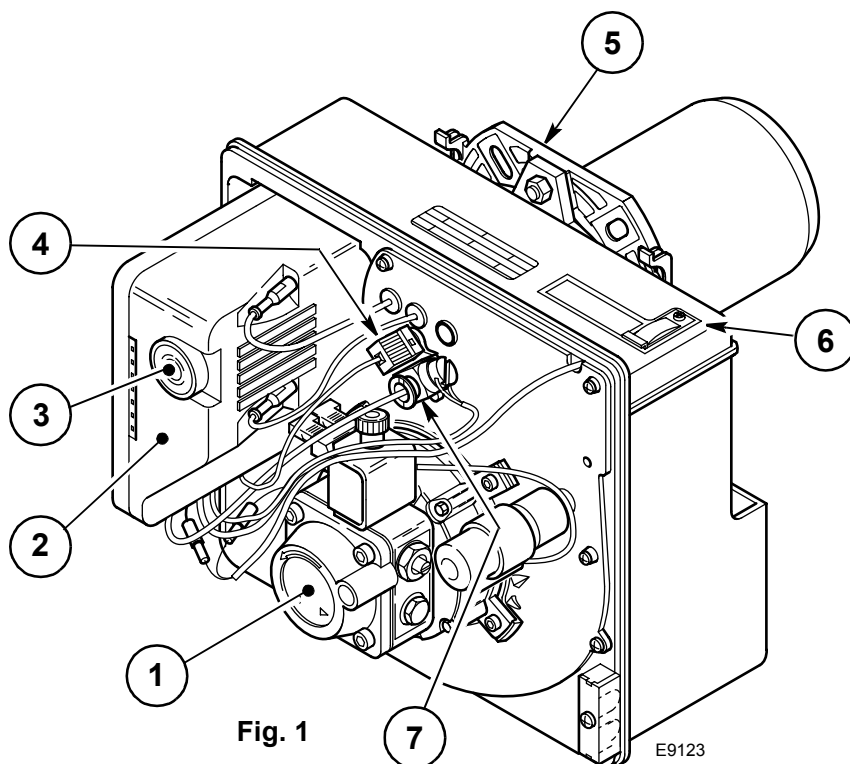

Fig. 1
D Wird durch die Kontrolllampe am Steuer- und Überwachungsgerät signalisiert (3, Abb. 1, S. 1).
Photowiderstand (4, Abb. 1, S. 1).
- Die Reinigung des Photowiderstandes ausführen, (4, Abb. 1, Seite 1).
Nachfolgend finden Sie einige denkbare Ursachen und Abhilfemöglichkeiten für Störungen, die den Betrieb des Brenners beeinflussen oder einen nicht ordnungsgemäßen Betrieb des Brenners verursachen könnten. In den meisten Fällen führt eine Störung zum Aufleuchten der Kontrolleuchte in der Entstörtaste des Steuergeräts (3, Abb. 1, S. 1).